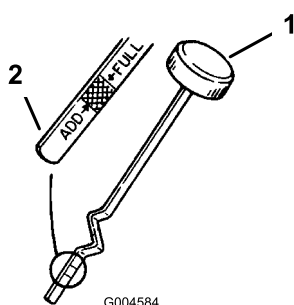

Bild 21
9. Schrauben Sie den Ölpeilstab los und wischen Sie das Metallende ab (Bild 21).